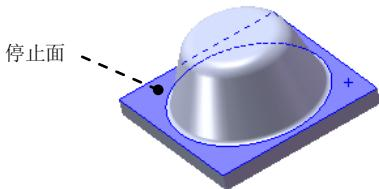

图 10.4.5 选取停正面
下面以图 10.4.5 所示的成形工具为例，讲述创建不带移除面的成形工具的操作过程。
(1) 选择命令。选择下拉菜单 →  →  成形工具 命令，系统弹出“成形工具”对话框。
(2) 定义成形工具属性。激活“成形工具”对话框的**停止面**区域，选取如图 10.4.5 所示的停止面。
(3) 单击按钮，完成成形工具 1 的创建。
Step3. 保存模型。选择下拉菜单 →  **另存为 (A)...** 命令，将模型保存于 D:\sw17.1\work\ch10.04\form_tool_sldprt 文件夹。
(1) 选择命令。选择下拉菜单 **插入(I)** → **钣金(O)** → **成形工具** 命令，系统弹出“成形工具”对话框。
(2) 定义成形工具属性。
① 定义停正面属性。激活“成形工具”对话框的 **停正面** 区域，选取如图 10.4.5 所示的面 1 为停正面。